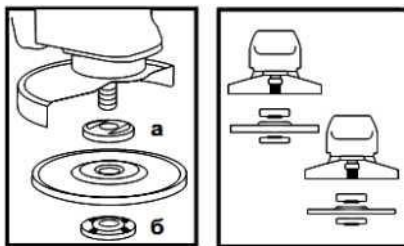

Рисунок 2
4.4 Встановіть на виріб шліфувальний або відрізний круг. Для цього натисніть на кнопку фіксації шпинделя (1) і проверніть його до такого положення, при якому він зафіксується. За допомогою вилочного ключа з комплекту виробу відверніть і зніміть затискну гайку (б) (дивіться рисунок 2).
4.5 Встановіть шліфувальний диск на посадкове місце фланцевої шайби (а) (рисунок 2), наживіть рукою затиску гайку на шпindelю і затягніть її ключем з комплекту приладу.